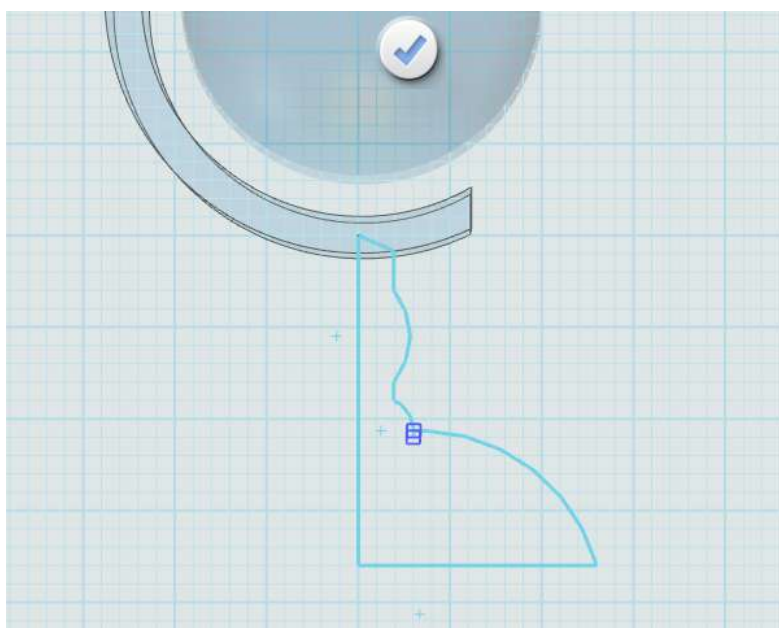

图 1-6
Step 6 接下来绘制地球仪底座部分，使用草图绘制命令  中的  和  (注：要在网面的平面上进行绘制)，如下图 1-6 所示：